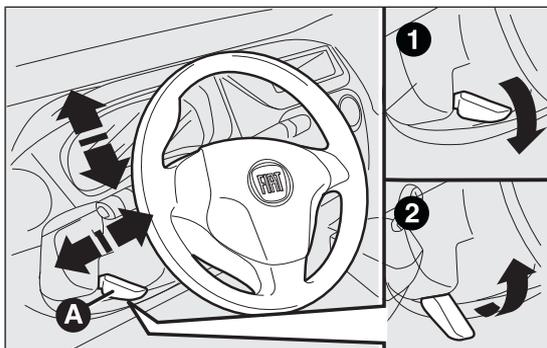

fig. 25
- débloquer le levier A fig. 25 en le poussant vers l'avant (position 1) ;